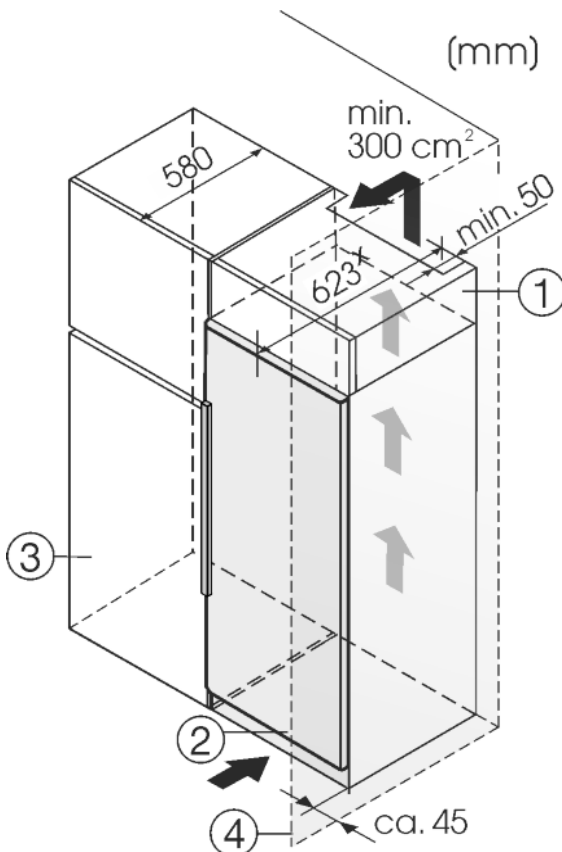

Fig. 8
- (1) Шафа для встановлення на пристрої
(2) Пристрій
(3) Кухонна шафа
(4) Стінка
Пристрій можна комбінувати з кухонними шафами. Для того, щоб пристрій Fig. 8 (2) вирівняти по висоті кухонної секції, на пристрій можна встановити антресольну секцію Fig. 8 (1).
Якщо пристрій встановлюється поряд зі стінкою Fig. 8 (4), відстань між пристроєм та стінкою повинна бути не менше 40 мм. Це відповідає необхідній відстані для ручки після відкриття дверцят.